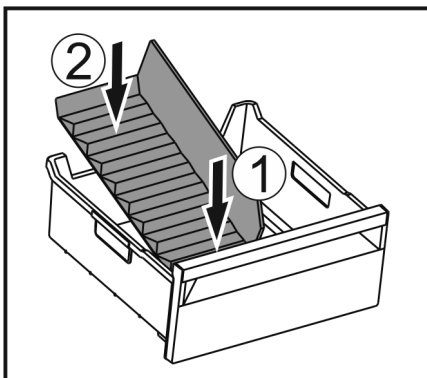

Fig. 171
- ▶ Colocar la parte delantera del separador para congelador. Fig. 171 (1)
- ▶ Bajar la parte posterior del separador para congelador hasta la base del cajón. Fig. 171 (2)